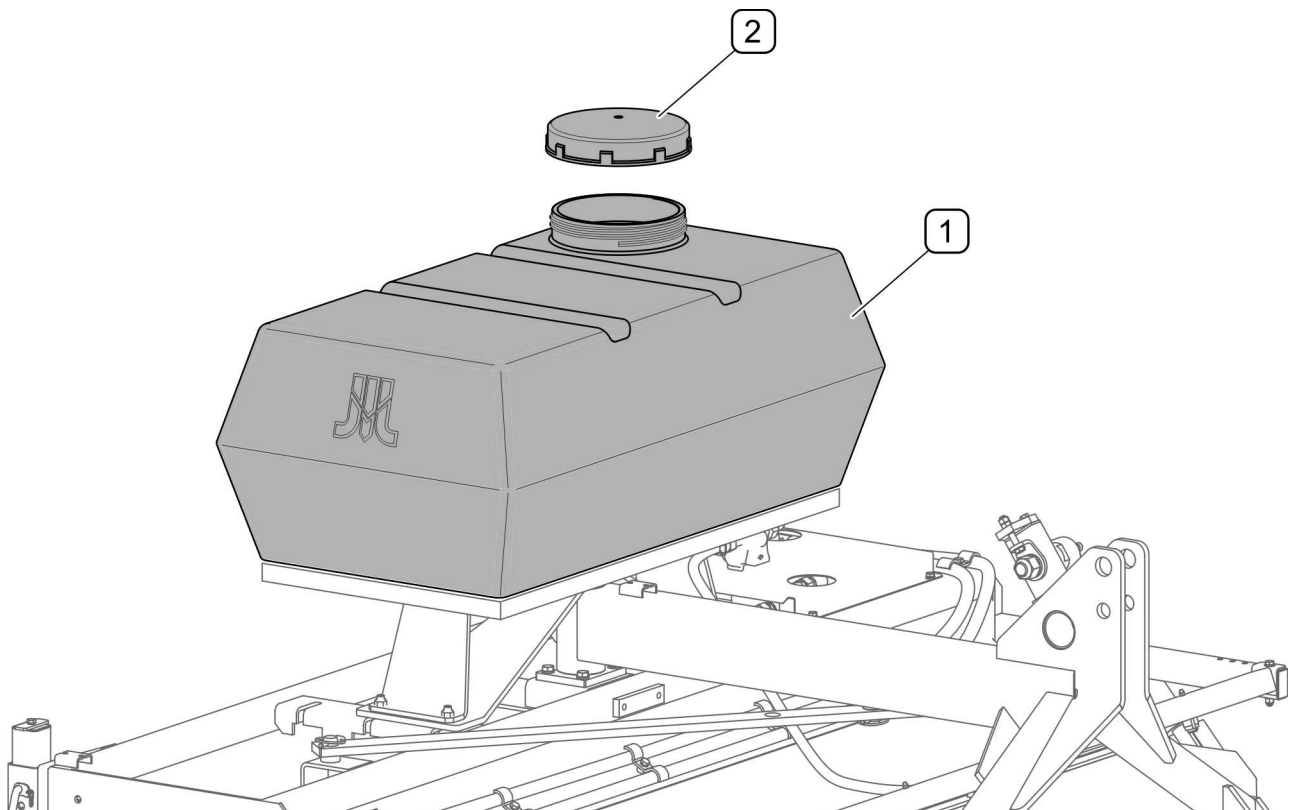

РИСУНОК 4.3 Бак для води системи поливання
Бак для води (1) наповнюється через заливний отвір, закріплений заглишкою (2) з вентиляційним отвором (РИСУНОК 4.3). Бак вміщує 200 літрів води.